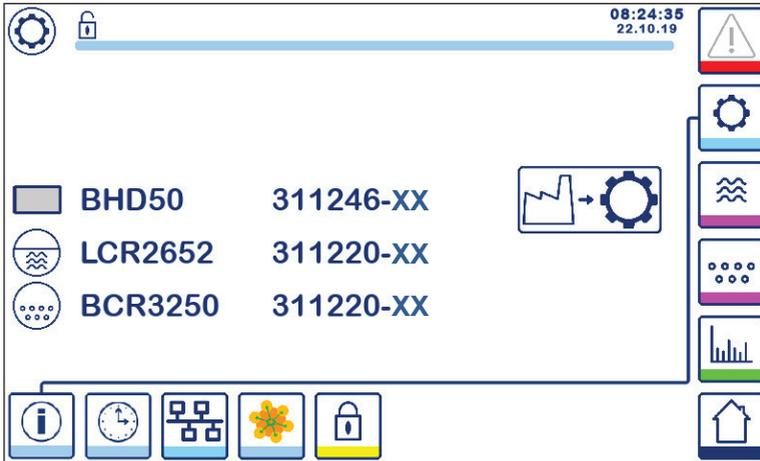

Abb. 42 Inbetriebnahmebildschirm
Abbildung 42 zeigt den Info-Bildschirm des Inbetriebnahmebildschirms mit dem Namen der Geräte im System mit der entsprechenden Software-Nummer und Software-Version (XX).